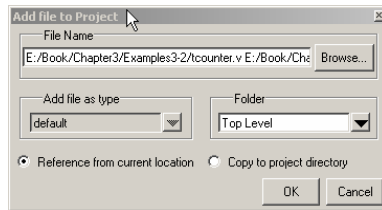

图3-29 添加文件对话框
5. 添加现有的两个文件。在添加项目对话框中选择【Add Existing file】，再次弹出一个添加文件对话框，如图 3-29 所示。在这个对话框中可以使用 **Browse...** 按钮浏览计算机的资源，从中选择需要的文件，对于选中的文件可以选择【Reference from current location】或者【Copy to project directory】属性。选中【counter.v】和【tcounter.v】文件后，单击 **OK** 按钮，关闭添加文件对话框；单击 **Close** 按钮关闭添加项目对话框。在主窗口的工程标签中可以看到两个文件，文件后面的“？”符号表示文件没有编译。